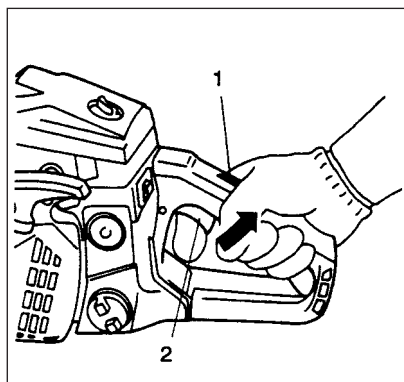

Fig. 2-4B
4. Ai primi scoppi del motore, con il comando di sicurezza (2) premuto, tirare il comando del gas (4). Questo riporta la farfalla dalla posizione di avviamento nella posizione di marcia e riporta il pomello di controllo della valvola dell'aria nella posizione di marcia automaticamente. (Fig. 2-4B)